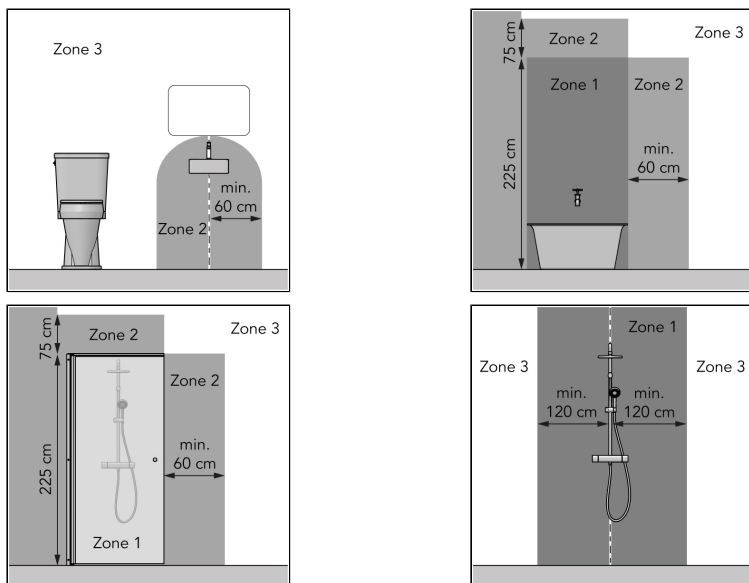

Figure 1.
- dans la zone 3 d'un cabinet de toilette ou d'une salle de bains avec baignoire, douche avec écran ou douche sans écran, voir Figure 1 ;